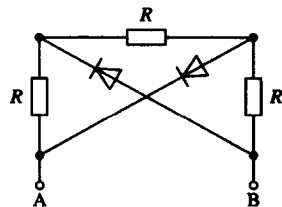

图 1-7
4. 如图 1-7 所示, 二极管是理想的, 电阻 R 为 6Ω 。当普通指针式万用表置于 $R \times 1$ 挡时, 用黑表笔(通常带正电)接 A 点, 红表笔(通常带负电)接 B 点, 则万用表的指示值为()。